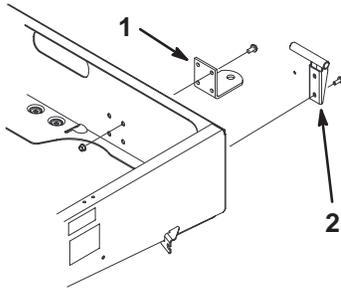

Figura 7
2. Monte el soporte del pivote de la izquierda en la esquina izquierda trasera del bastidor con dos tornillos de arandela prensada (3/8 x 1 pulgada). Coloque el pivote tal y como muestra la Figura 7.